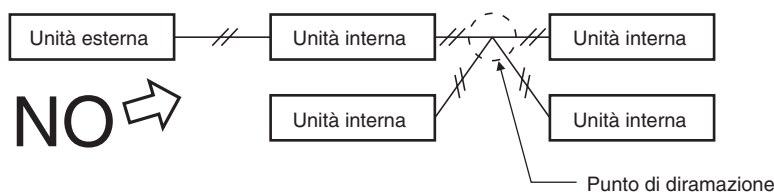

Fig. 4-4
- (3) Non installare cavi di controllo fra unità quali quelle con diramazioni a stella. Tale tipo di collegamento causa infatti problemi d'indirizzamento. (Fig. 4-4)